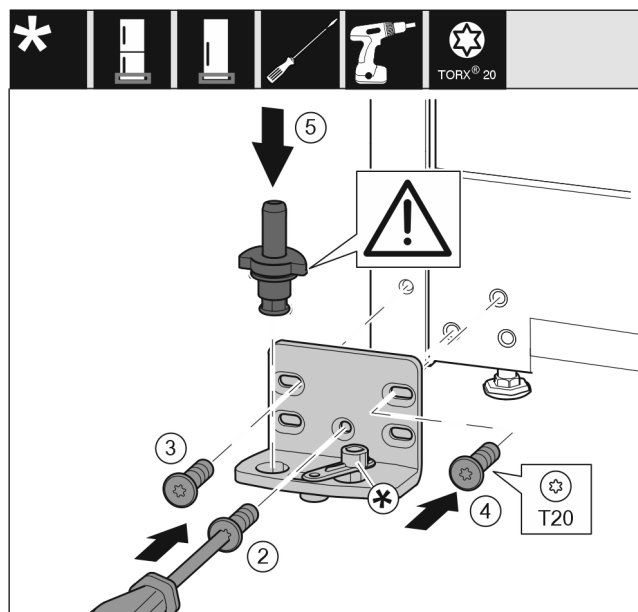

Fig. 19
- Placer le support de palier de l'autre côté et le visser avec un tournevis. Commencer par la vis Fig. 19 (2) en bas au milieu.
- Serrer la vis Fig. 19 (3) et la vis Fig. 19 (4).
- Insérer complètement l'axe de palier Fig. 19 (5). Veiller à ce que l'ergot soit orienté vers l'arrière.